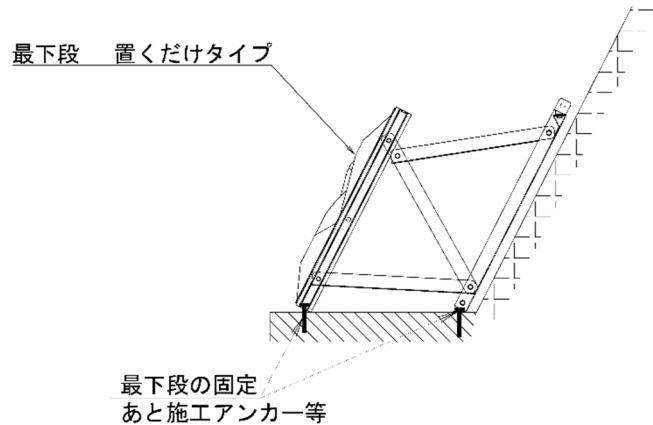

図9. デコメッシュ置くだけタイプの固定方法
- 固定方法は特に指定しないが、一例として型枠及び支保システムの下穴をあと施工アンカー等を用いて固定する方法がある（図9）。